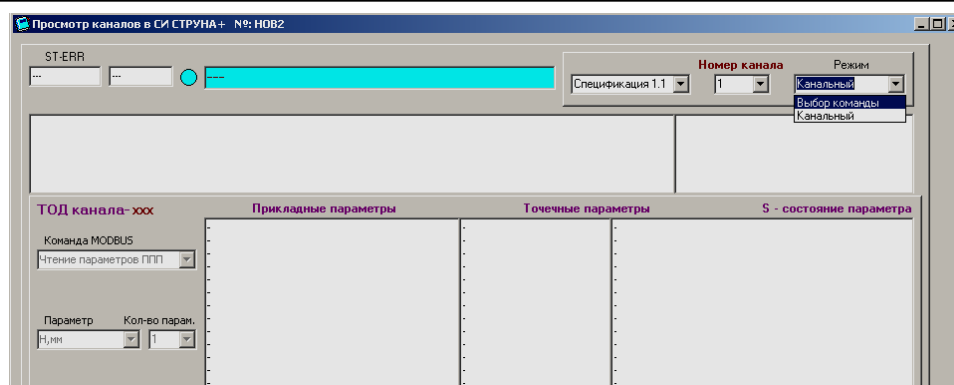
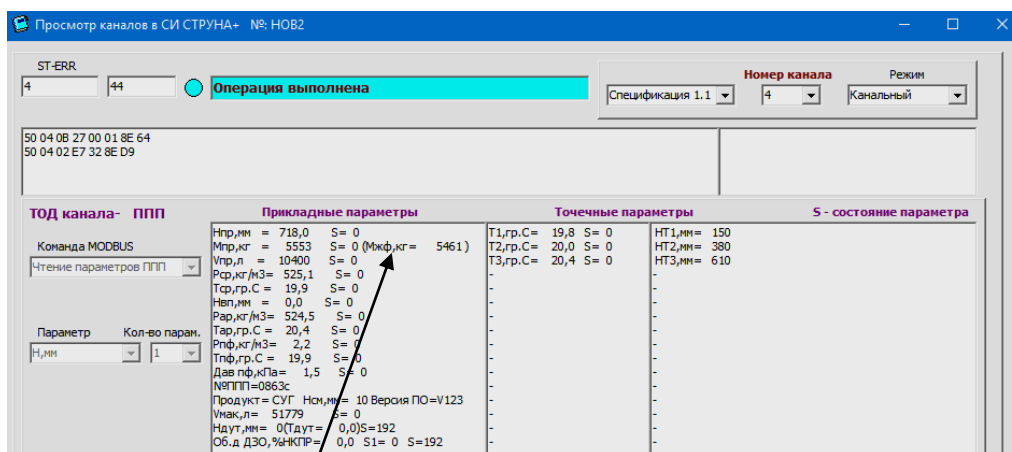
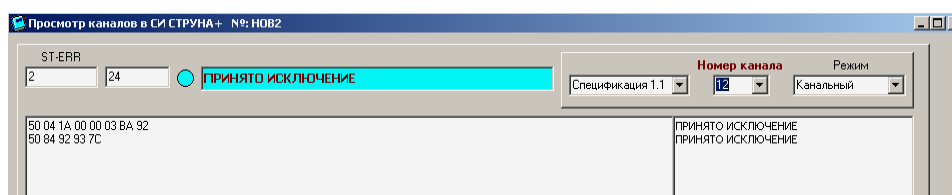

Рисунок 4.3
Рисунок 4.8
Рисунок 4.11
4.3 В режиме «Канальный» (рисунок 4.3) выбрать номер канала или нажать на кн. «Выполнить». В результате на экране отобразится информация определяемая типом измерительного канала и подключенными датчиками. На рисунках 4.4...4.10 представлена измерительная информация для каналов с различным ТОД. При этом описания параметров представлены в таблицах 4.1...4.4. Значение параметра считается достоверным только при S=0. В случае ошибок связи с датчиками канала или самим каналом выдается сообщение «Принято исключение» и снизу код исключения (рисунок 4.11). Режим «Выбор команды» описан в КШЮЕ.421451.002И1. Для СУГ (рисунок 4.8) масса жидкой фазы продукта Мжф,кг вычисляется по формуле: $M_{жф,кг} = M_{пр,кг} - M_{пф,кг}$.
- значение массы жидкой фазы СУГ (Мжф, кг/м³ рисунок 4.8);